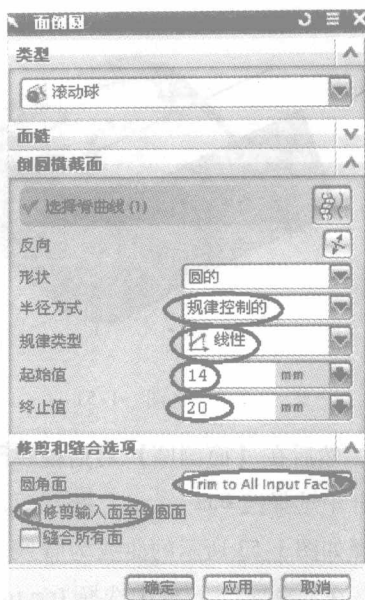
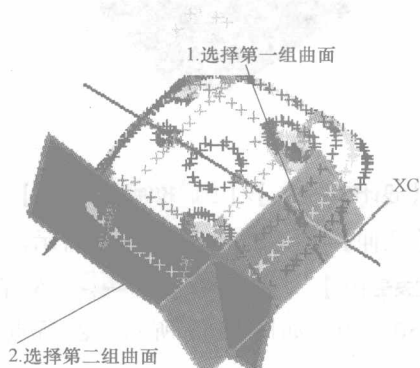

图 1-48
图 1-49
4. 创建面倒圆特征 选择菜单中的【插入(S)】/【细节特征(L)】/【面倒圆(F)...】命令或在【特征操作】工具栏中选择 (面倒圆) 图标, 出现【面倒圆】对话框, 如图 1-48 所示。在图形中选择如图 1-49 所示的曲面为第一组倒圆面, 系统出现图示圆心指向 (如与图示箭头方向相反, 则点击反向按钮), 然后在【面倒圆】对话框中选择面链 2 (0) 后点击 (选择面) 按钮, 在图形中选择如图 1-49 所示的面为第二组倒圆面, 系统出现图示圆心指向 (如与图示箭头方向相反, 则点击反向按钮)。